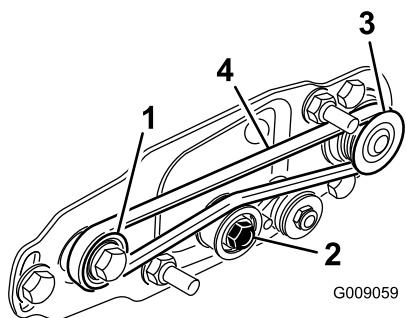

図 26
- A. **駆動** プーリにベルトを掛け、次に、アイドルプーリの上部に掛ける 図 26。
- B. **受動** プーリからベルトを掛け始める 図 26。